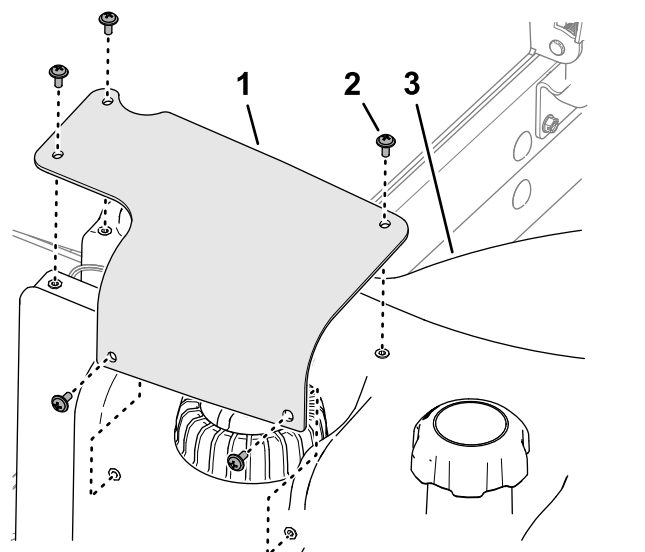

Рисунок 93
7. Совместите отверстия в кожухе датчика уровня топлива с отверстиями в топливном баке и прикрепите кожух к баку с помощью 5 винтов с крестообразным шлицем (Рисунок 93).